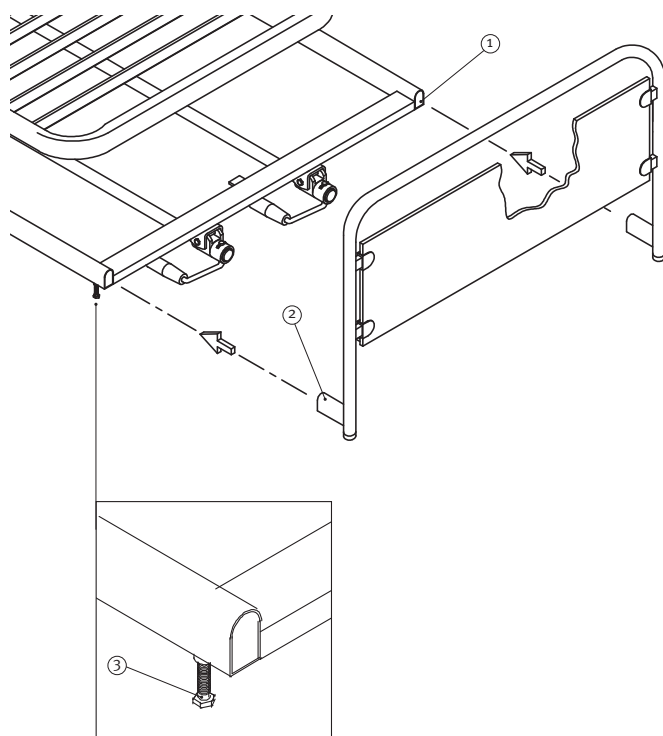

Fig. 5 Montaggio delle spalle pediera/testiera.
3.2 Montaggio delle spalle pediera/testiera (Fig. 5)